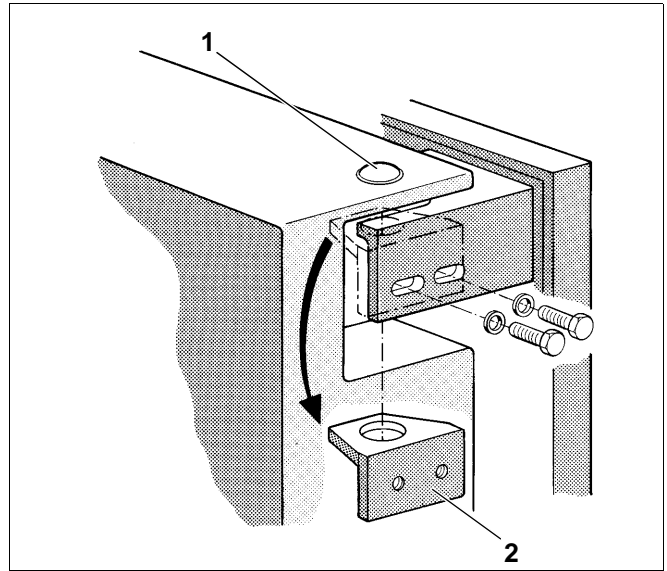

Abb. 7 Montage Kesseltür
- Je 2 Sechskantschrauben aus dem Scharnier oben und unten herausschrauben (Abb. 7).
- Lagerwinkel (Abb. 7, **Pos. 2**) innen nach unten herausnehmen.
- Lagerwinkel oben und unten auf der gegenüberliegenden Seite mit der Bohrung in den Scharnierbolzen (Abb. 7, **Pos. 1**) einführen und mit je 2 Sechskantschrauben am Türtragewinkel verschrauben.